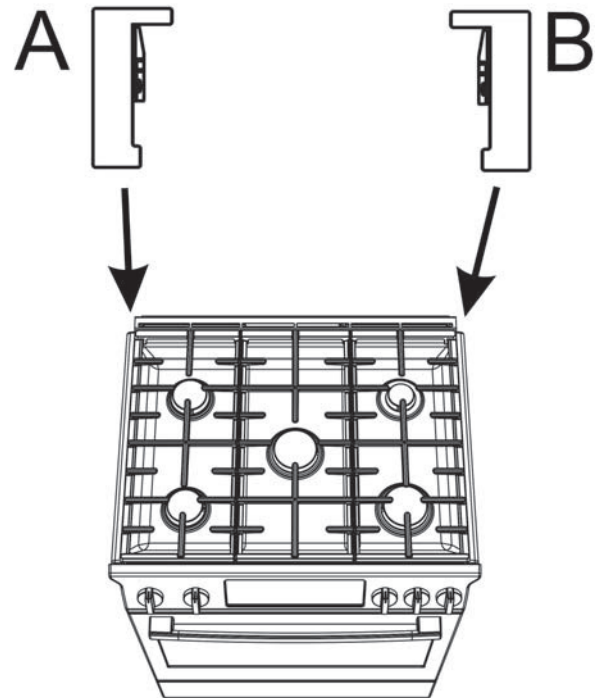
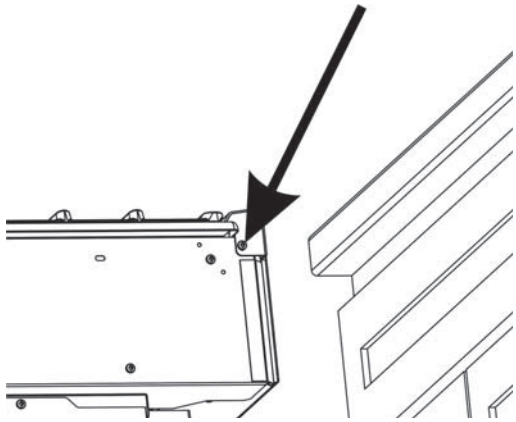

Figure 1 : Identifier les cache-coins droits et gauches
Figure 2 : Emplacement des vis latérales de la garniture arrière
Si la cuisinière est déjà installée, peut-on la faire glisser suffisamment vers l'avant pour pouvoir accéder aux vis latérales de la garniture arrière ? Voir Figure 1 : Identifier les cache-coins droits et gauches et Figure 2 :
2. Identifiez le cache-coin qui doit être fixé à gauche (A) et à droite (B) à l'arrière de la cuisinière. Voir Figure 1 : Identifier les cache-coins droits et gauches.
3. Faites glisser la cuisinière suffisamment vers l'avant pour pouvoir accéder aux vis de montage latérales de la garniture arrière (voir Figure 2 : Emplacement des vis latérales de la garniture arrière). Lisez l'*Avis relatif à la bonne technique de manutention* dans la section sur la sécurité du présent manuel.
4. Retirez uniquement les deux vis latérales qui maintiennent la garniture arrière (une de chaque côté); voir Figure 2 : Emplacement des vis latérales de la garniture arrière. Conservez ces vis pour fixer les cache-coins. Si aucune vis ne se trouve à ces emplacements, vous les trouverez dans le nécessaire fourni à cet effet.